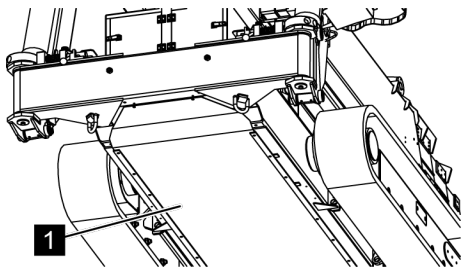

Fig. 170: Fixer la tôle du fond
9. ➔ *Bien visser la tôle du fond (Voir la Fig. 170/1).*